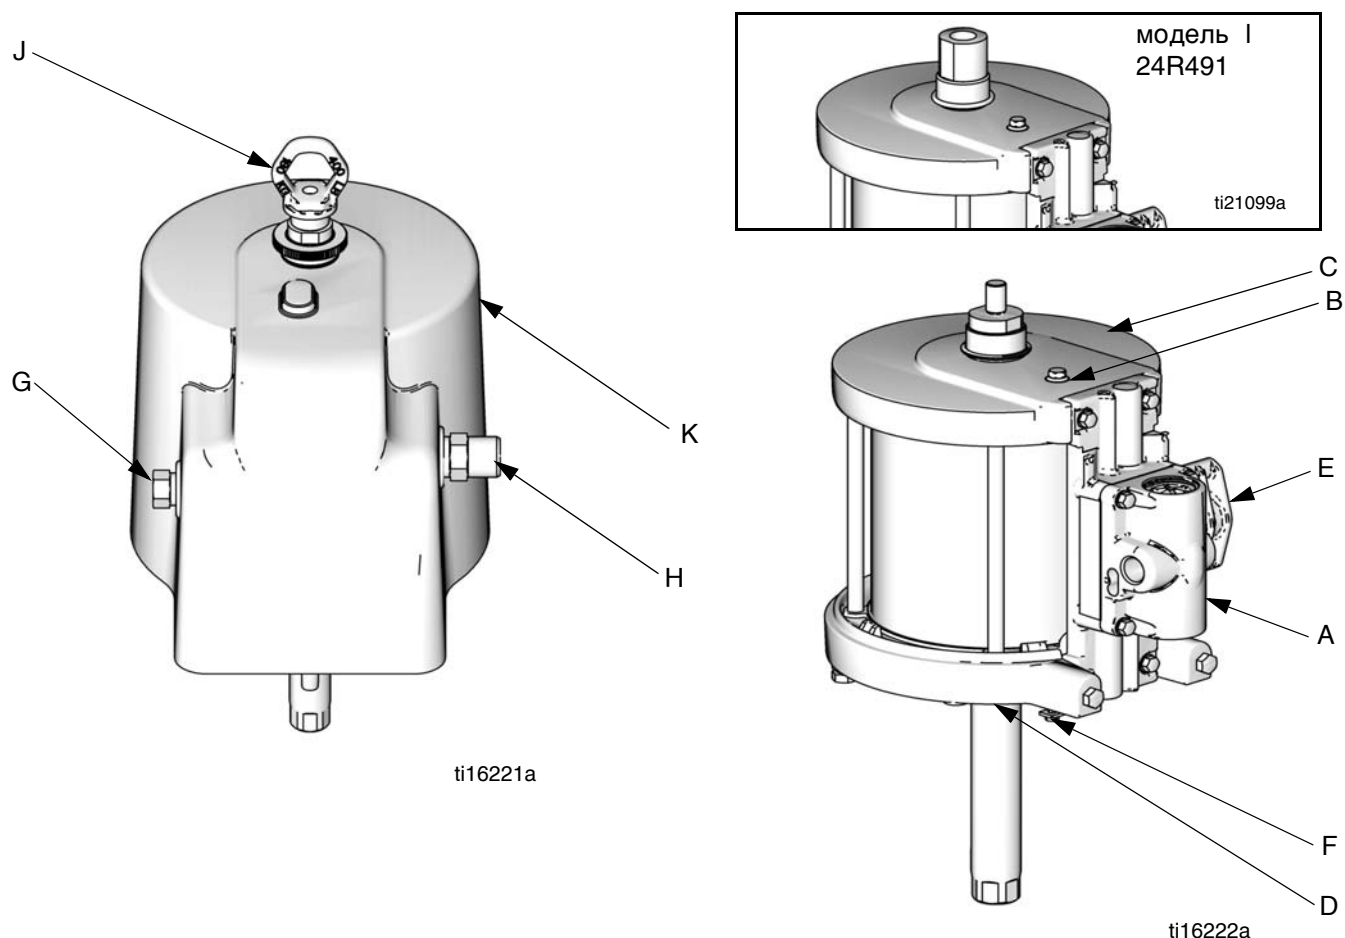

Рис. 1. Компоненты пневматических двигателей SaniForce
См. Рис. 1. Соедините провод заземления (номер по каталогу Graco— 238909) с винтом заземления (12), который находится на нижней крышке пневматического двигателя (под кожухом). Другой конец провода следует соединить с грунтовым заземлением.